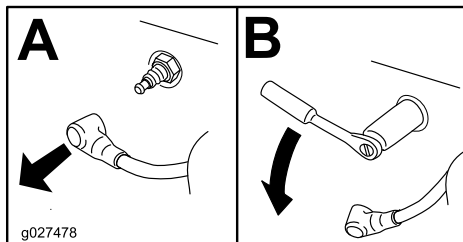

Figura 51
4. Localice y retire la(s) bujía(s), como se muestra en la Figura 51.